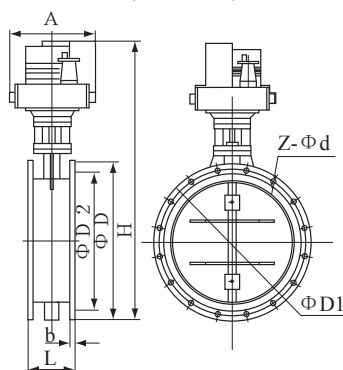

图2 配DKJ电动执行机构
1.配DKJ电动执行机构(见表\表5及图2)
1.配DKJ 电动执行机构（见表4、表5及图2）